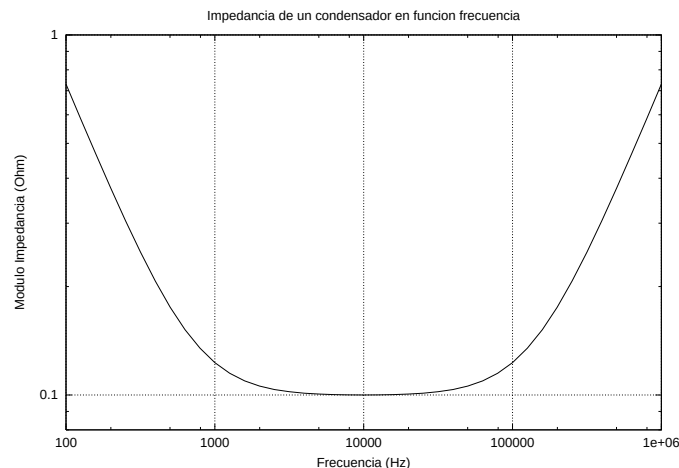

Figura 3.18: Impedancia de un condensador real de 2200 μF . Datos basados en la serie AML 138 de Philips.
2. Todo condensador tiene inductancia serie. Una forma de analizar este fenómeno es midiendo la impedancia del condensador con la frecuencia. La impedancia de un condensador ideal es inversamente proporcional a la frecuencia, pero la impedancia de un condensador real, baja hasta un punto en el que empieza a subir de nuevo (ver la figura 3.18). La inductancia a $0,5\text{ MHz}$ ²² es de $j\,0,3\Omega$ ²³. Este efecto, muy similar al anterior, produce una caída de tensión adicional, sólo que con desfase entre tensión y corriente.